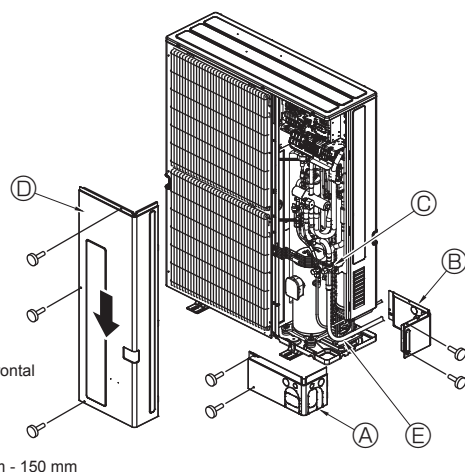

Fig. 4-7
4.5. Tubos de refrigerante (Fig. 4-7)